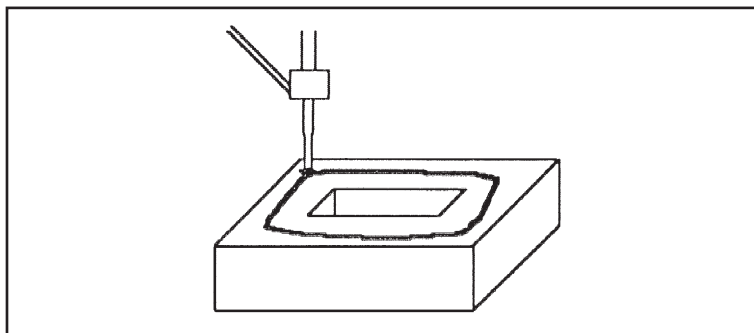

図6-12 ワークの上面周囲に接着剤等を塗布するような作業例
- ①動作経路をMVコマンドを多く使用してティーチングしたいとき（図6-12参照）